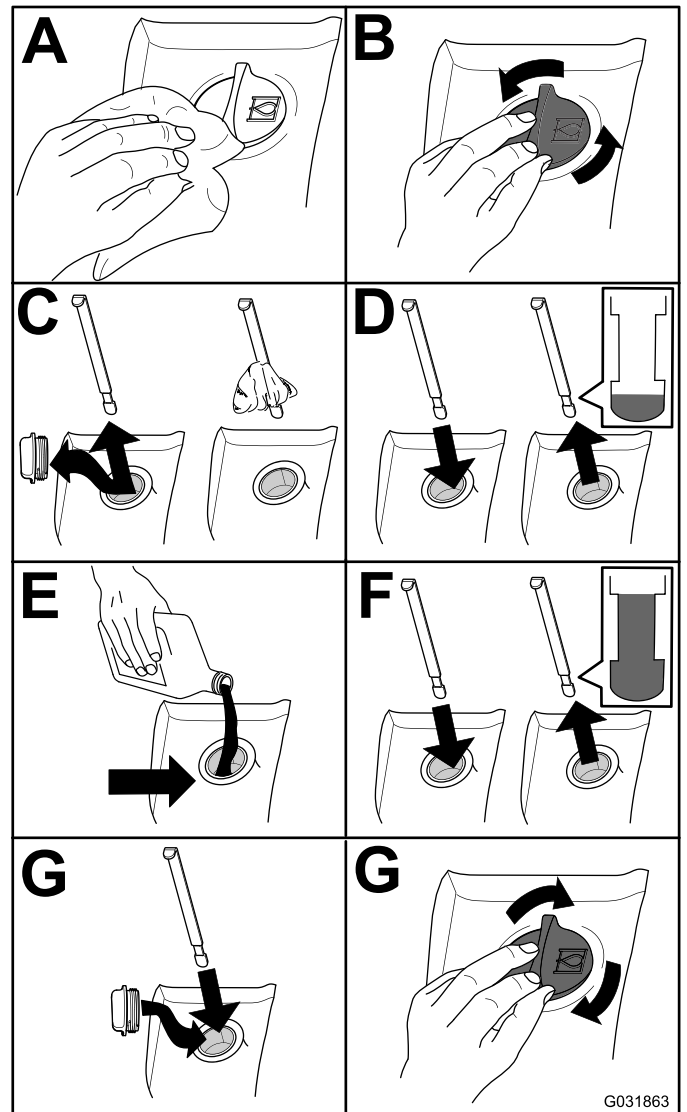

Figure 99
2. Contrôlez le niveau du liquide hydraulique (Figure 99).